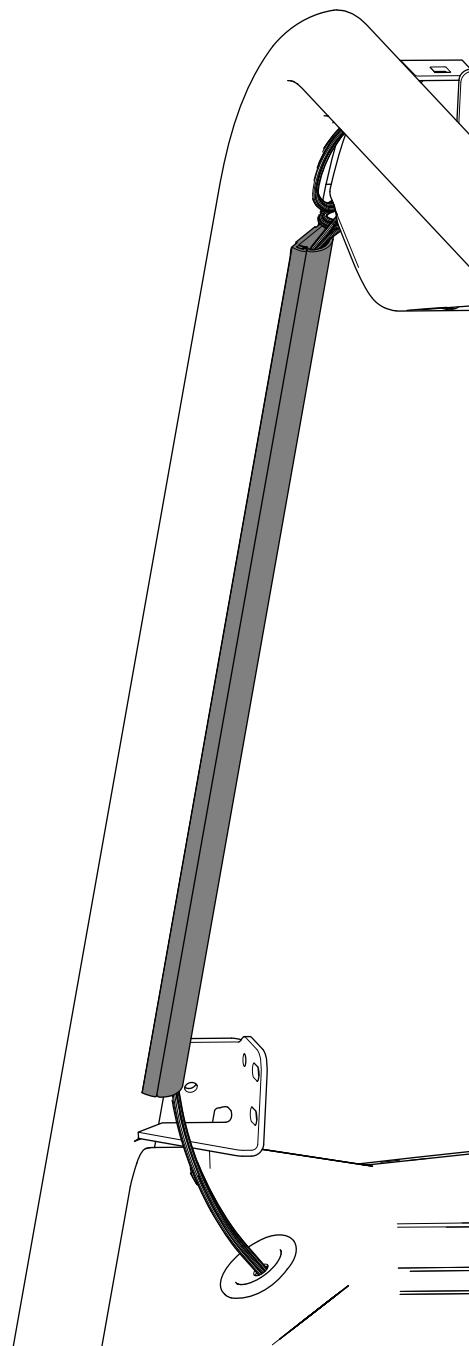

Figura 13
5. Montate il gommino nel foro nel cruscotto (Figura 13).
6. Fate aderire il canale per la conduzione dei cavi alla superficie piana sul roll bar anteriore sinistro (Figura 13).